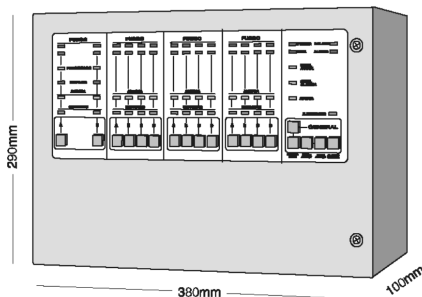

Fig. 14 Dimensioni di MF16/FC320C. Riferimento disegno pag. 13
Il luogo di installazione della Centrale **MF16** dovrà disporre dello spazio sufficiente per potere realizzare comodamente le operazioni di montaggio, di installazione e per le future operazioni di manutenzione e controlli di servizio. (Fig.14).
- Tracciato di conduzioni e ubicazione dei vari dispositivi. Le dimensioni della Centrale si possono vedere nella fig. 14. Se necessario provvedere installando una scatola di derivazione per il cablaggio ed il montaggio dei relè ausiliari o dei moduli stessi.